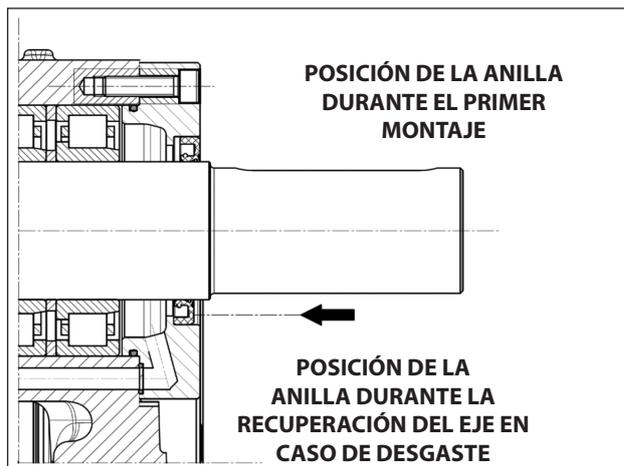

Fig. 64
Antes de montar la anilla de retención radial, comprobar las condiciones del labio de estanqueidad. Si se ha de sustituir, colocar una anilla nueva como se indica en la Fig. 64.
**En el caso que el eje PTO presente un desgaste diametral en correspondencia con el labio de retención, con el fin de evitar tener que realizar la operación de rectificación, es posible volver a colocar la anilla en el segundo tope como se indica en la Fig. 64.**